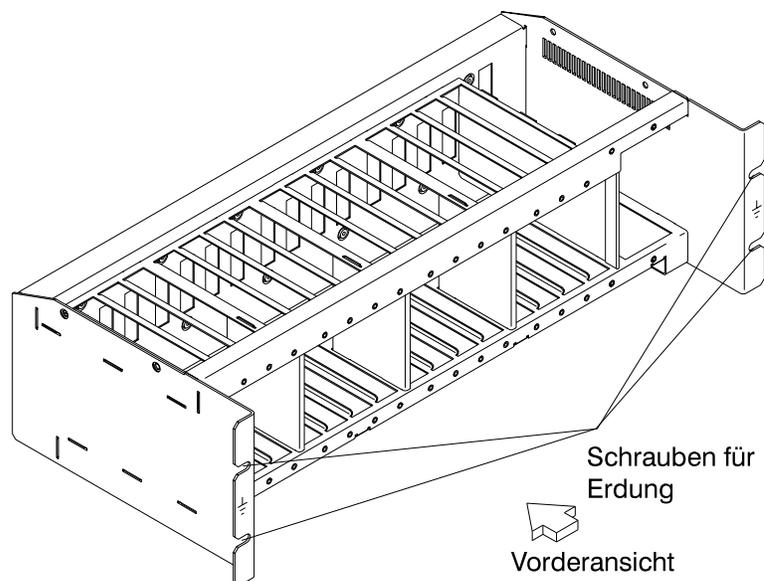

Figure 0-18. Erdung des Verteilerkastens über Schrauben
- Prüfen, ob der elektrische Durchgang zwischen dem Gehäuse des Verteilerkastens und dem Rahmen der Erweiterung der Steuereinheit gewährleistet ist, sofern Verteilerkästen vorhanden sind. Dieser Schritt muß vor dem Anschluß von Signalkabeln erfolgen (siehe Figure 0-18 on page xxxix).